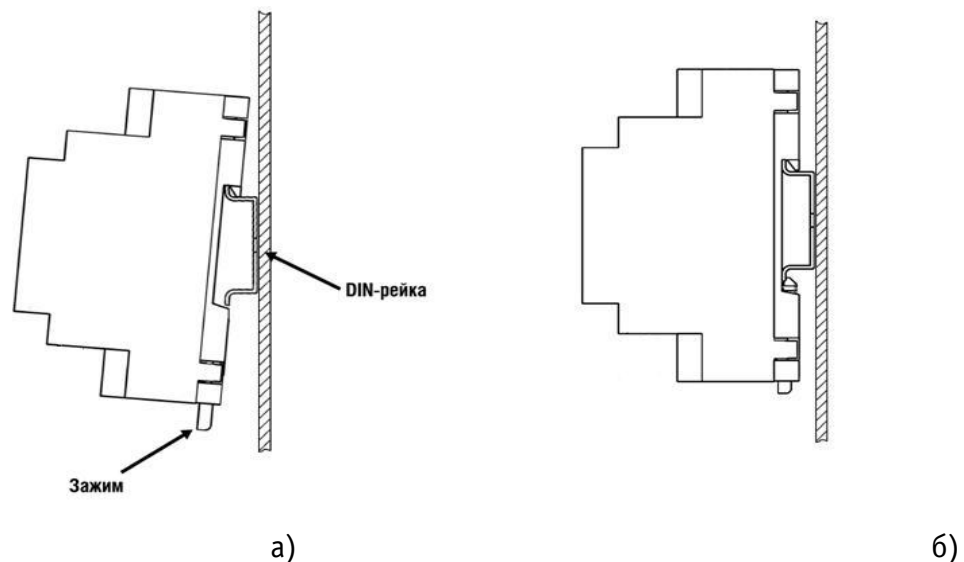

Рисунок 2 – Последовательность установки Устройства на DIN-рейку
- зацепить верхним креплением корпуса Устройства (расположено на тыльной поверхности корпуса Устройства) за верхнюю направляющую DIN-рейки (см. рис. 2а);
- оттянуть вниз зажим подпружиненный (6) на нижней части корпуса Устройства, прижать Устройство к DIN-рейке;
- после прижатия корпуса Устройства к DIN-рейке, отпустить зажим (см. рис. 2б);